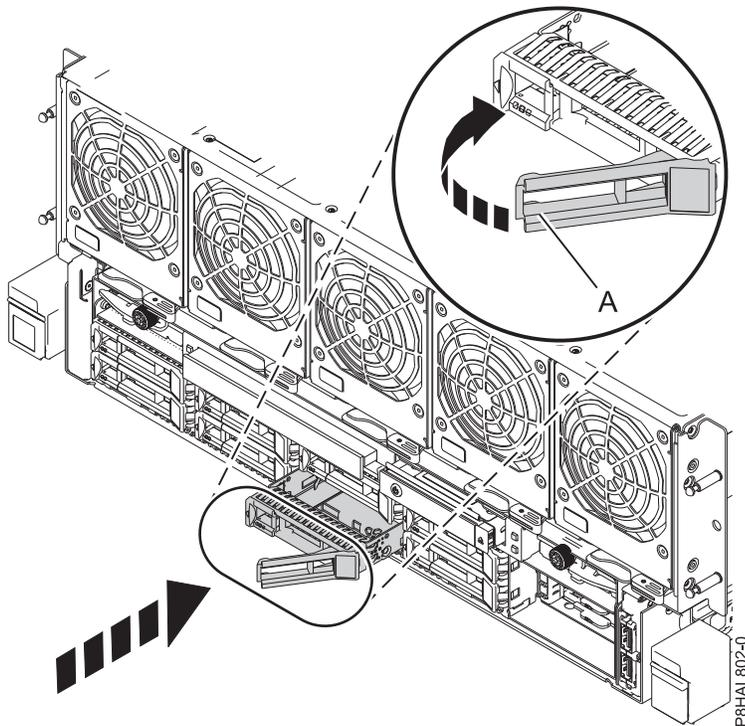

Abbildung 35. Plattenlaufwerk austauschen - System vom Typ 8408-44E oder 8408-E8E
4. Entriegeln Sie den Griff (A) des Laufwerks, indem Sie ihn zusammendrücken und zu sich hin nach außen ziehen. Wird der Griff nicht ganz nach außen gezogen, lässt sich das Laufwerk nicht in das System einschieben. Siehe Abb. 35 auf Seite 48.
8. Wenn die Kennzeichnungs-LED blinkt, schieben Sie das Laufwerk ganz in den Steckplatz ein und drücken den Griff des Laufwerks (A) ein, bis er einrastet. Siehe Abb. 35 auf Seite 48